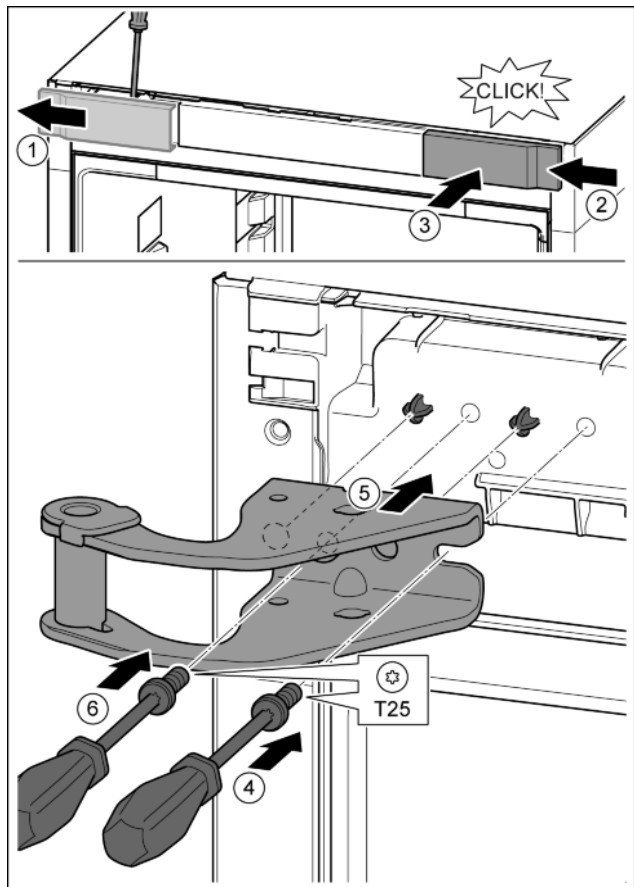

Fig. 10
- ▶ Za pomocą śrubokręta zwolnić osłonę i zdjąć w bok. Fig. 10 (1)
- ▶ Osłonę obrócić o 180° i założyć z drugiej strony od prawej. Fig. 10 (2)
- ▶ Zazębić osłonę. Fig. 10 (3)
- ▶ Śrubę założyć przy pomocy śrubokręta T25. Fig. 10 (4)
- ▶ Założyć górną płytkę zawiasu. Fig. 10 (5)
- ▶ Dokręcić śrubę. Fig. 10 (4)
- ▶ Śrubę założyć przy pomocy śrubokręta T25 i mocno dokręcić. Fig. 10 (6)